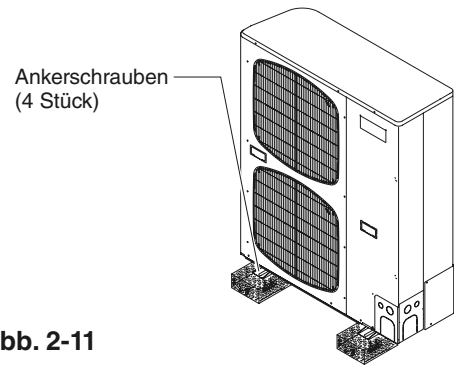

Abb. 2-11
- Stellen Sie die Einheit auf einen festen Sockel (Betonblock, 10×40-cm-Balken o.Ä.), so dass sie mindestens 15 cm über dem Boden steht, um Feuchtigkeit zu reduzieren und die Einheit gegen mögliche Wasserschäden und eine Verkürzung der Lebensdauer zu schützen. (Abb. 2-11)